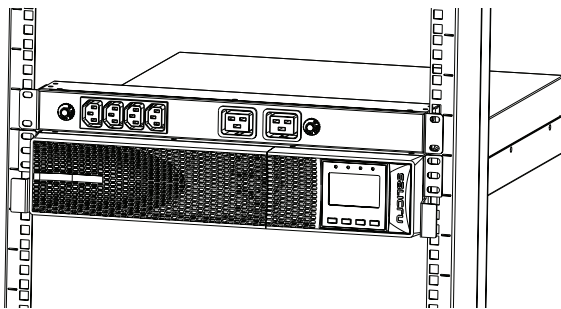

Abb. 11. Montage Typ Rack im 19"-Schrank mit PDU.
- Folgendermaßen vorgehen (siehe Abb. 11):